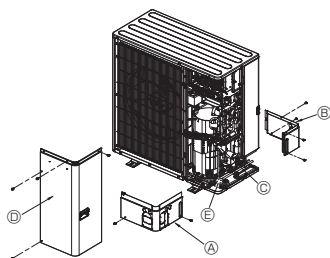

Fig. 4-3
4.3. Rörledningar för köldmedlet (Fig. 4-3)